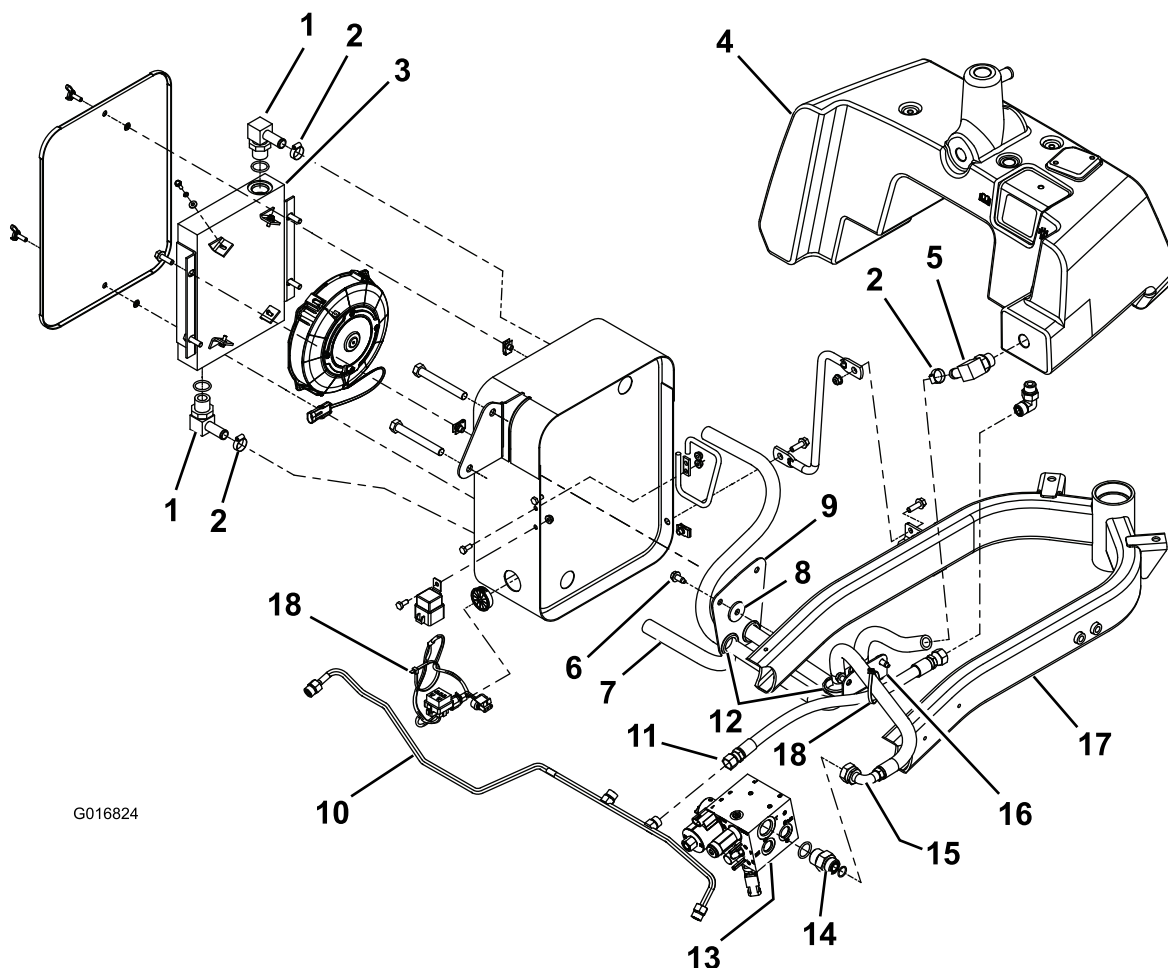

Figura 2
1. Afloje las 4 fijaciones que sujetan el armazón del depósito al bastidor de la máquina (Figura 2), y mueva el depósito hacia atrás.
3. Sujete las pletinas perforadas grande y pequeña al lado derecho del bastidor de la máquina con pernos autorroscantes (Figura 2).
Nota: Introduzca un espaciador entre la pletina perforada grande y el bastidor de la máquina (Figura 2).
4. Retire el acoplamiento recto del bloque colector hidráulico y sustitúyalo con un adaptador recto de las piezas sueltas (Figura 2).
5. Instale en su lugar un acoplamiento de 90 grados de las piezas sueltas, y sujételo al tubo hidráulico con una abrazadera (Figura 2).
6. Enrute provisionalmente las mangueras hidráulicas (Figura 2), pero **no sujete las mangueras con sujetacables**.
7. Instale 2 acoplamientos dentados (90 grados) en el enfriador de aceite, con los extremos abiertos hacia la parte trasera (ventilador) del enfriador de aceite (Figura 2).
Nota: Instale anillos de goma según se indica en Figura 2.
8. Retire la manguera (pieza 10 en Figura 2) del tubo hidráulico.